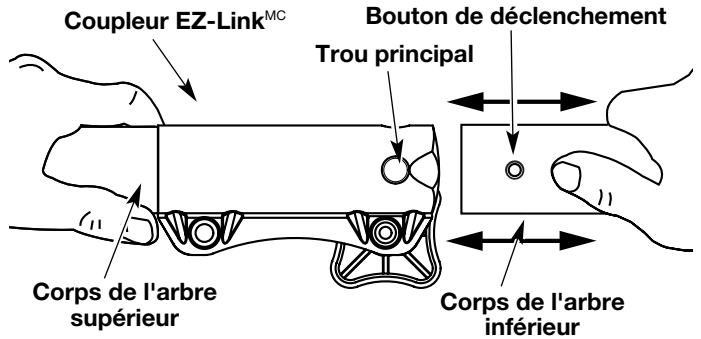

Fig. 15
3. Tenez fermement le corps de l'arbre supérieur et retirez l'accessoire de coupe ou autre du coupleur EZ-Link^{MC} (Fig. 15).
2. Tenez fermement l'accessoire et enfoncez-le tout droit dans le coupleur EZ-Link^{MC} (Fig. 15).